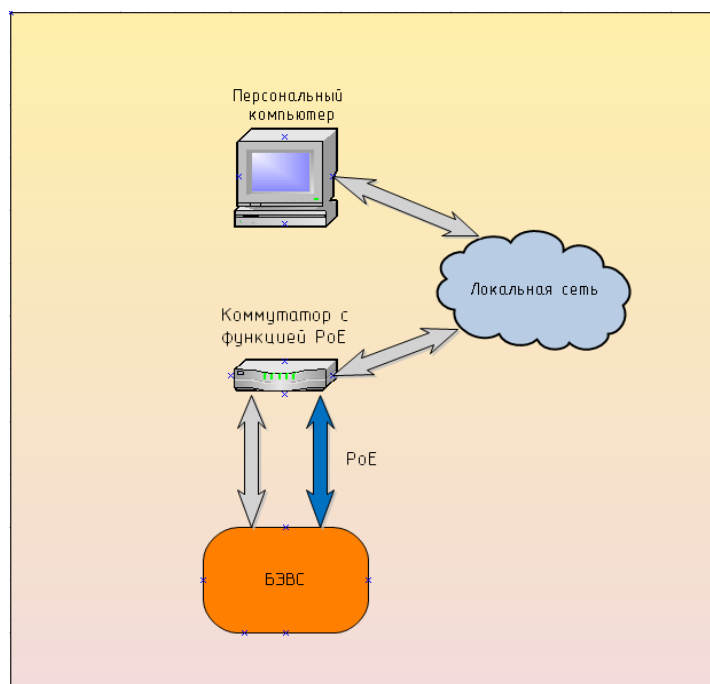

Рисунок 6 - Подключение БЭВС для конфигурирования
1. При помощи коммутатора с функцией PoE подсоединить БЭВС к той же сети Ethernet в которой работает персональный компьютер, используемый для конфигурации БЭВС. Соединитель синего цвета блока БЭВС должен быть подключен к порту коммутатора с функцией PoE, а соединитель серого цвета может быть подключен к любому свободному порту (рисунок 6).